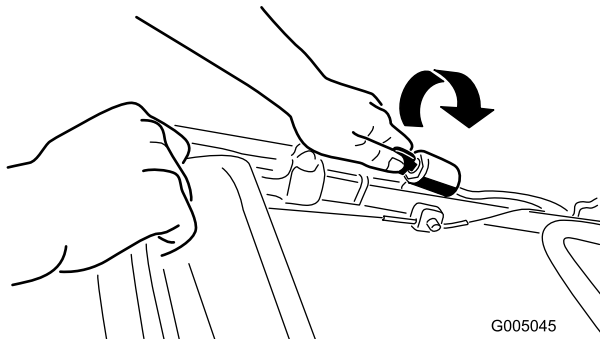
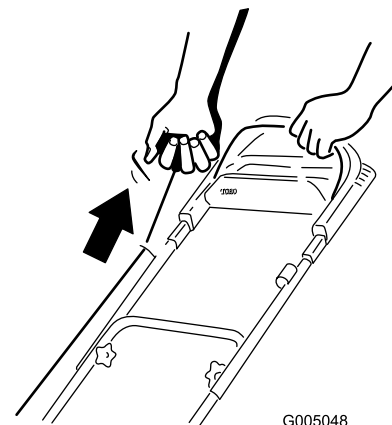

Bild 15
Bild 16
2. Drehen Sie den Zündschlüssel (Bild 15) (nur Modell 20656) oder ziehen Sie am Rücklaufstartergriff (Bild 16).